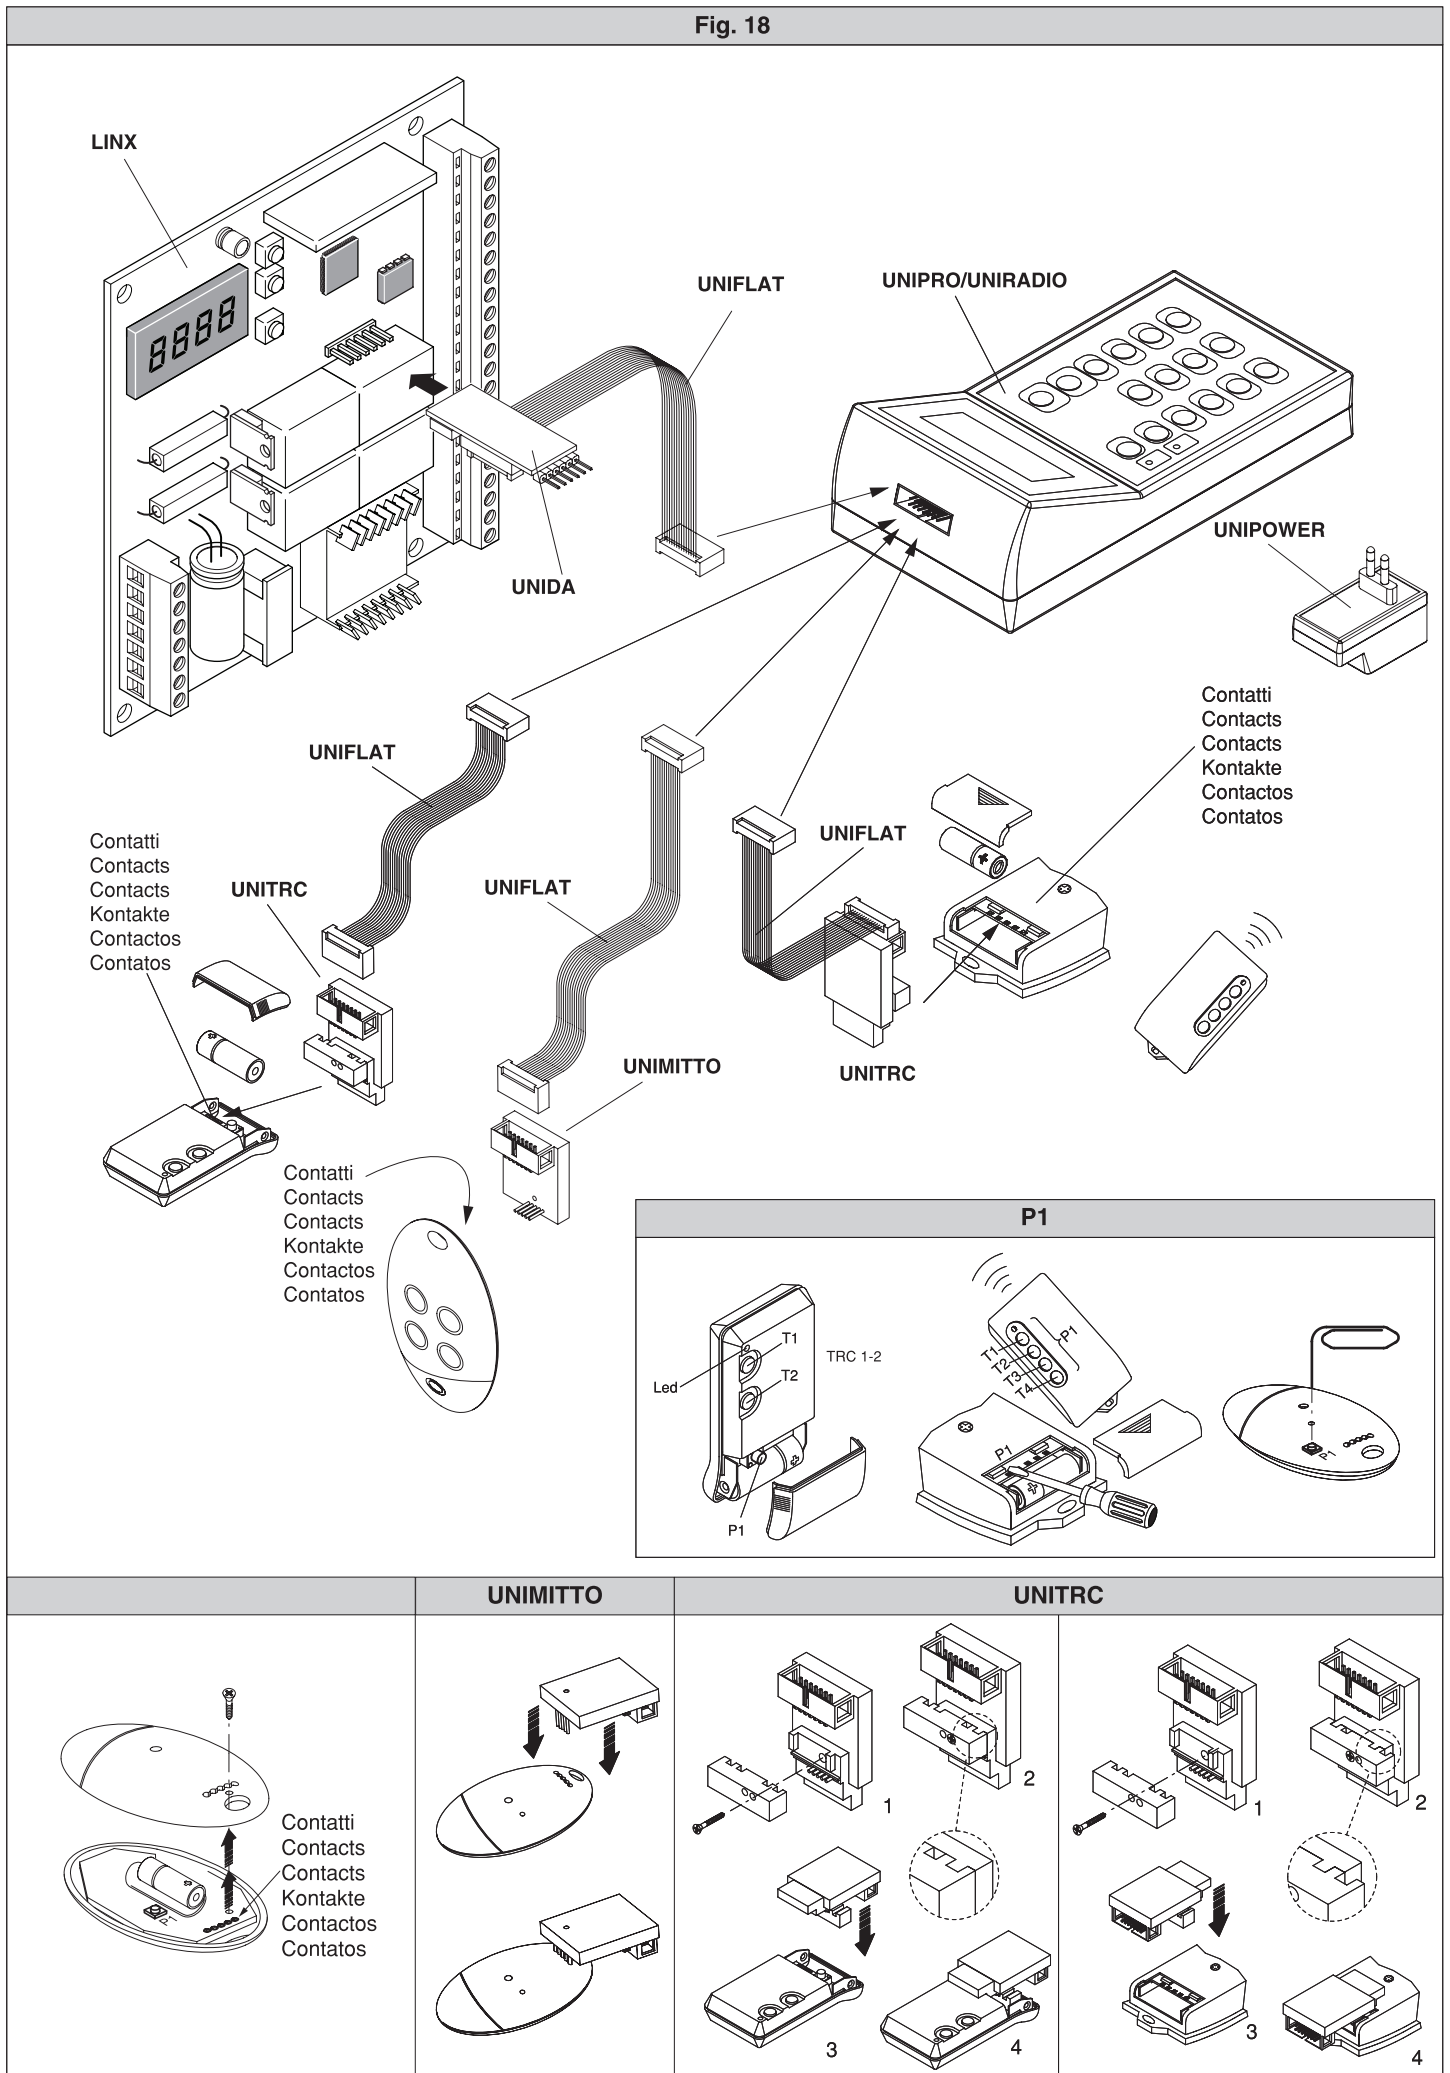

Fig. 19
17) РУЧНАЯ РАЗБЛОКИРОВКА (РИС. 19)
В случае отключения электроэнергии привод можно разблокировать специальной внешней ручкой разблокировки (**рис.19 «S»**)..
1) Вставьте разблокировочный ключ и поверните его по часовой стрелке (**рис.19, «1»**).
2) Поверните ручку **S** для разблокировки двигателя (**рис.19, «2»**).
3) Удерживайте ручку в положение разблокировки, поворачивая ключ против часовой стрелки (**рис.19, «3»**).